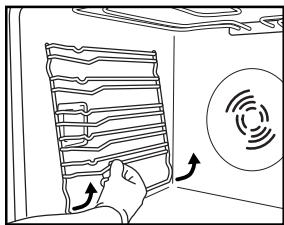

Fig.3
1. Fjern ovnribberne i siderne (fig. 3).
2. Fjern ovnribberne i siderne (afhængigt af model) (fig. 3).